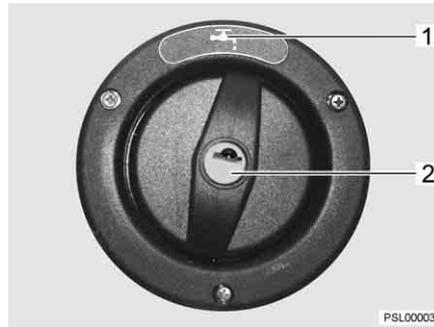

Bild 50 Verschlussdeckel für Trinkwasser-Einfüllstutzen
- ▷ Der Trinkwasser-Einfüllstutzen ist mit dem Symbol "☰" (Bild 50,1) gekennzeichnet.
- Schlüssel in Schließzylinder (Bild 50,2) stecken und entgegen dem Uhrzeigersinn drehen.